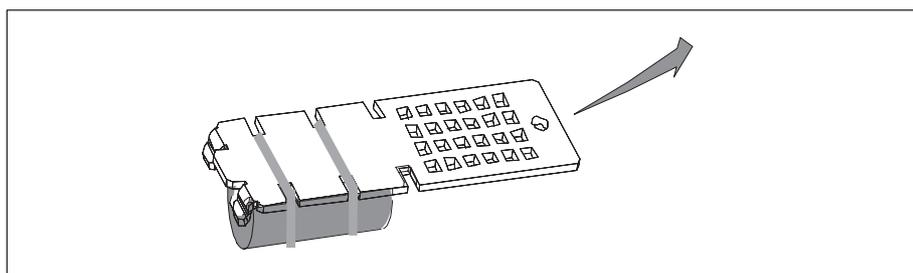

Figura 11-2 Coperchio della batteria
2. Tirare il coperchio verso l'altro a destra (vedere figura 11-2). Fare attenzione a sollevare il coperchio tanto quanto lo permette la lunghezza del collegamento della batteria.